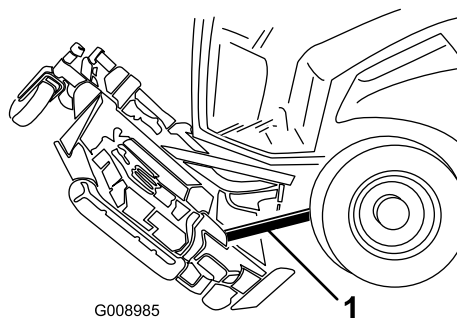

Figure 125
6. Placez une cale en bois entre l'arrière du plateau et la machine (Figure 125).